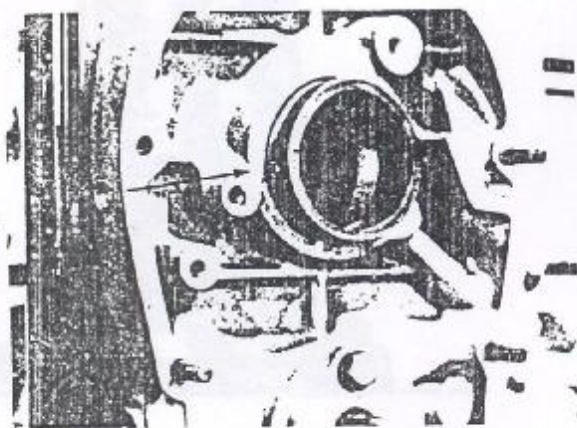

Figura 1.05.4 - Posicionamento do casquilho
1. Posicionar o casquilho dianteiro da árvore de manivelas no bloco do motor, observando que o orifício do parafuso de posicionamento, existente no diâmetro externo do mesmo, fique perfeitamente alinhado com a canaleta do próprio parafuso (Figura 1.05.4).